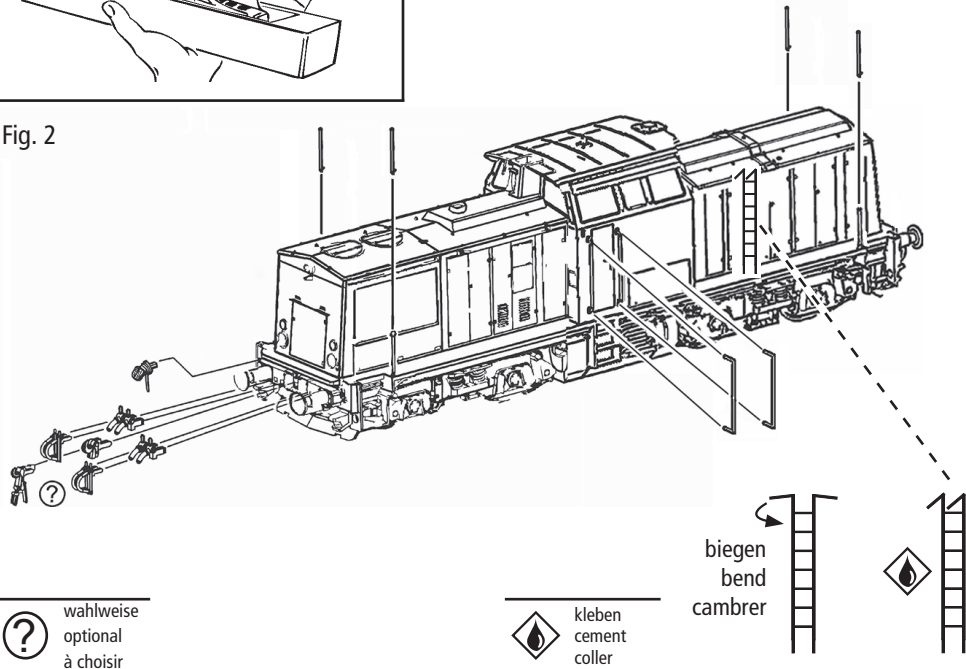

Fig. 3
3. Haftreifenwechsel: Zuerst die Drehgestell-lende abnehmen (Fig. 3). Danach den **Radsatz** herausnehmen und die **Haftreifen** mit einer Nadel od. mit einem feinen Schraubendreher abziehen (Fig. 3). Beim Aufziehen der neuen Haftreifen darauf achten, dass diese sich nicht verdrehen.
3. Change of traction tyre: Remove the bogie blind (fig. 3). Take out **wheel set** and remove **traction tyre** using a pin or a fine screwdriver (fig. 3). When pressing on the new traction tyre please **avoid twisting it**.
3. Échange des bandages d'adhérence: Démontez d'abord **les flancs de bogies** des engrenages (fig. 3). Délogez ensuite les essieux bandagées et enlevez, à l'aide d'une aiguille ou d'un tournevis fin, les bandages d'adhérence (fig. 3). Lors du montage des nouveaux bandages veuillez veiller à ce que les bandages **ne soient pas tordues**.